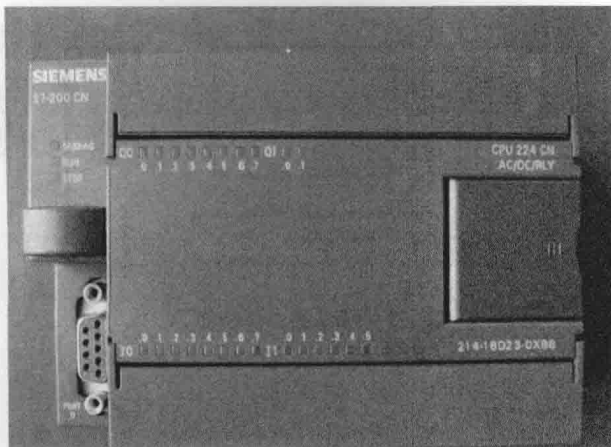

图 1-2 PLC 的组成
按结构形式, PLC 可分为整体式和模块式两种;按所具有的功能, PLC 可以分为低档、中档、高档三种;按输入/输出点数, PLC 可以分为小型、中型和大型三种。不论哪种,其组成基本相同,如图 1-2 所示。
(1)在图 1-2 中标出输入指示灯、输出指示灯、PLC 状态指示灯、电源输入端子、输入端子、输出端子、串行通信口位置、模式选择开关。